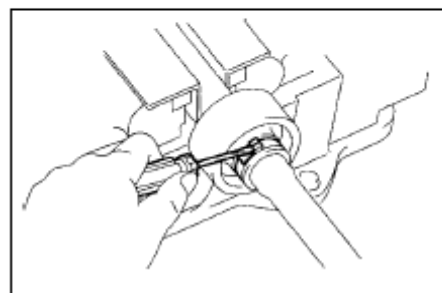

Рис. 132
(7) Снимите хомут пыльника внутреннего соединения ШРУСа, чехол, внутренний чехол и левый зажим малого чехла.
20. Снимите зажим демпфера ведущего вала с помощью отвертки(рис. 132)